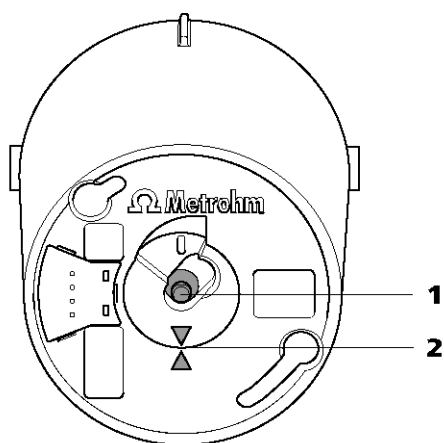

Рисунок 14 Дозирующая бюретка 807 - вид сверху
- При необходимости вращайте центрирующую трубку (14-1) вручную до тех пор, пока они не окажутся в правильном положении (см. Рисунок 14).